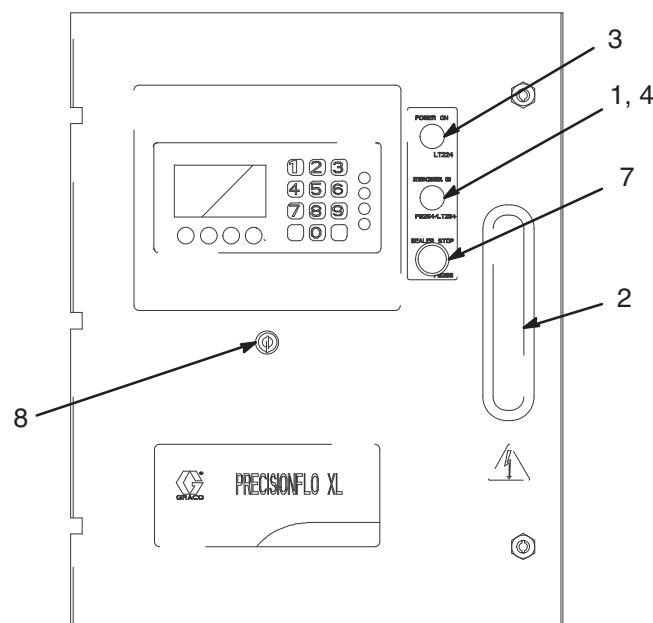

Fig. 12
3. Encienda el interruptor principal de potencia (2) para suministrar energía al módulo PrecisionFlo XL. Consulte la Fig. 12.
Asegúrese de que el indicador Control encendido esté encendido. Si no fuera así, apriete el botón Arranque principal (1, Fig. 12) para encender el suministro de energía al o a los módulos de fluido de PrecisionFlo XL.